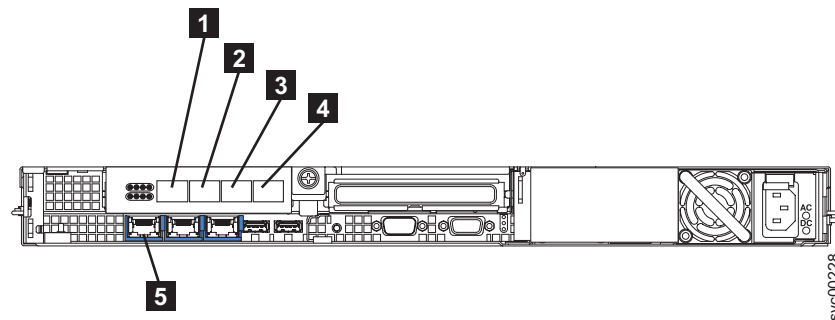
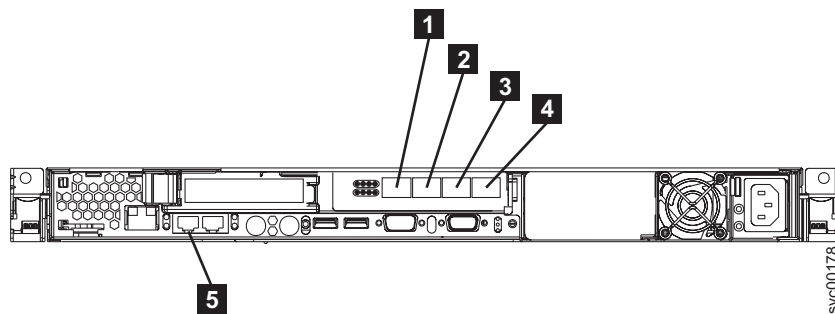
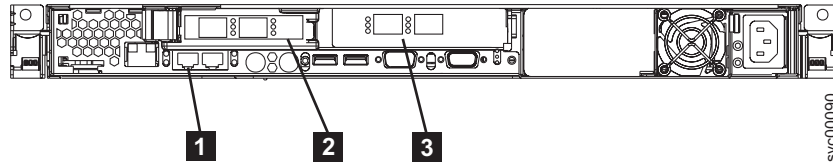

図 51. SAN ボリューム・コントローラー 2145-8G4 の後部にあるコネクタ
図 52. SAN ボリューム・コントローラー 2145-8F4 の後部にあるコネクタ
図 53. SAN ボリューム・コントローラー 2145-8F2 の後部にあるコネクタ
1. イーサネット・ケーブルをイーサネット・ポート 1 に接続します。このイーサネット・ポートの位置については、図 51、図 52、または 99 ページの図 53 を参照してください。